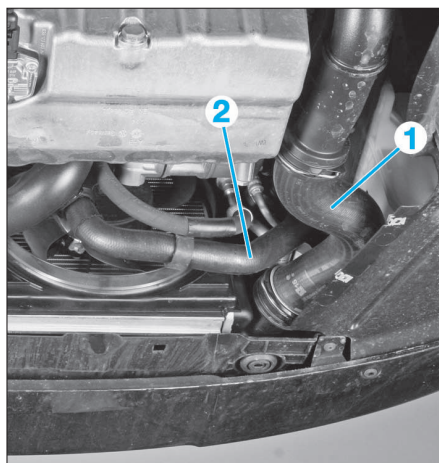

FIG. 33
- Moteurs 16V, déposer la durit d'air (1) (Fig.33).